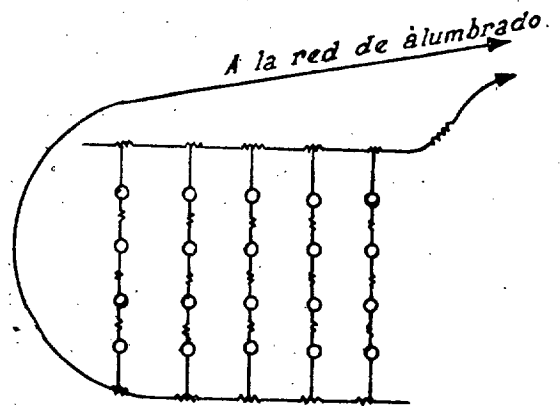

Fig. 3
a) **Series en paralelo** (fig. 3). — Se asemeja a la conexión en paralelo.